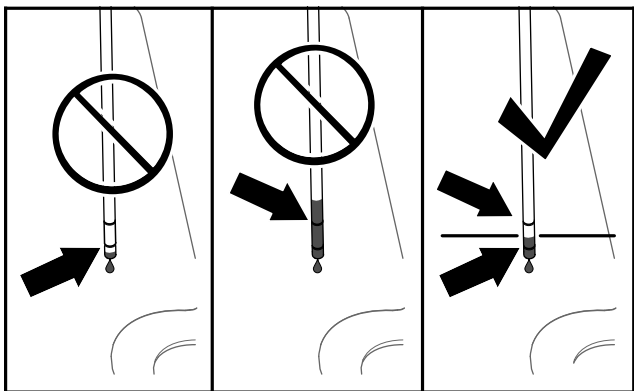

Figura 82
6. Retire la varilla y compruebe el nivel de fluido (Figura 82).
7. Si el nivel de fluido está por debajo de la marca inferior de la varilla, añada el fluido hidráulico especificado por el tubo de llenado (Figura 82) hasta que vea que el nivel de fluido se encuentra entre las 2 marcas de la varilla.
8. Añada el fluido hidráulico especificado por el tubo de llenado hasta que vea que el nivel de fluido se encuentra entre las 2 marcas de la varilla (Figura 82).